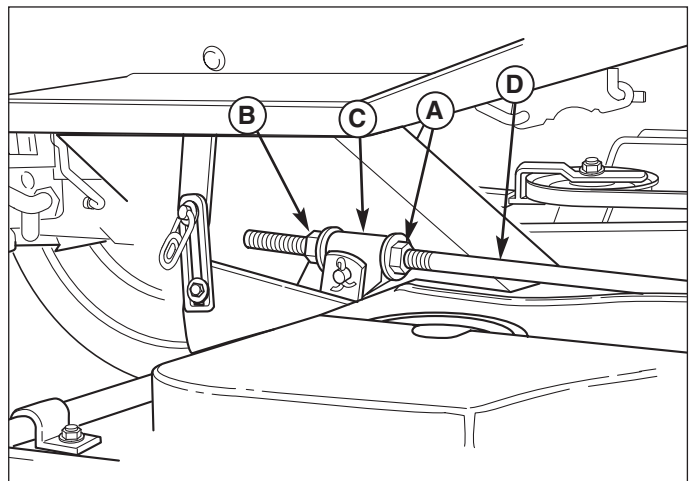

Abb. 39. Egalisieren des Mähwerks von vorne nach hinten
8. Siehe Abb. 39. Zum Anheben des Mähwerks vorne Mutter (A) lösen und hintere Mutter (B) zur Halterung (C) drehen.
9. Zum Absenken des Mähwerks vorne die hintere Mutter (B) lösen, wodurch die Halterung (C) nach hinten bewegt und die Stange verlängert wird.
10. Abmessung vor Anziehen der vorderen Mutter (A) gegen die Halterung nochmals prüfen.